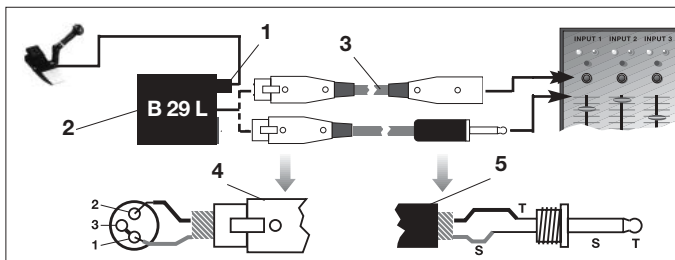

Fig. 3: Schema di collegamento con B 29 L
Vedi fig. 3.
Vedi fig. 3. 2. Collegare il B 29 L (2) con l'ingresso prescelto.